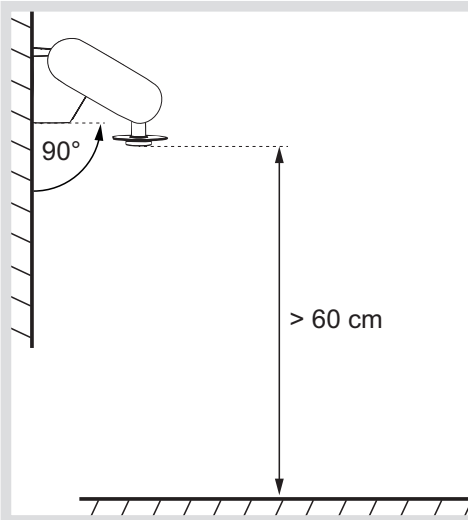
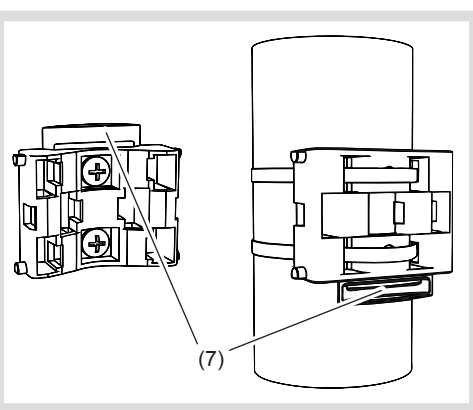

Figura 2
Figura 5: fijación a pared (izquierda)/mástil (derecha)
- Montaje en una pared vertical (figura 2) o en un mástil (figura 5, derecha)
- si se monta en la pared, el lado plano debe estar apoyado sobre la pared y el nervio en forma de hoz (7) apuntar hacia arriba (figura 5, izquierda).
- si se monta en un mástil, el lado curvado debe estar apoyado en el mástil y el nervio en forma de hoz (7) apuntar hacia abajo (figura 5, derecha).